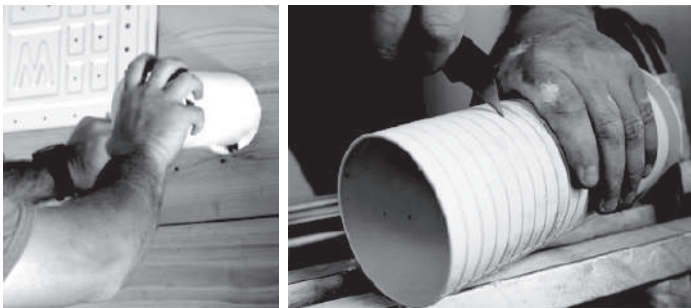

Fig. 5.4
3. Insérez le manchon mural de protection dans le trou du mur intérieur, en notant la quantité qui dépasse du mur extérieur. Ensuite, coupez l'excédent, avec un couteau tout usage ou une scie, pour qu'il soit à ras du mur extérieur. Cela protégera les bords du trou et aidera à le sceller lorsque vous aurez terminé le processus d'installation (**voir la figure 5.4**).